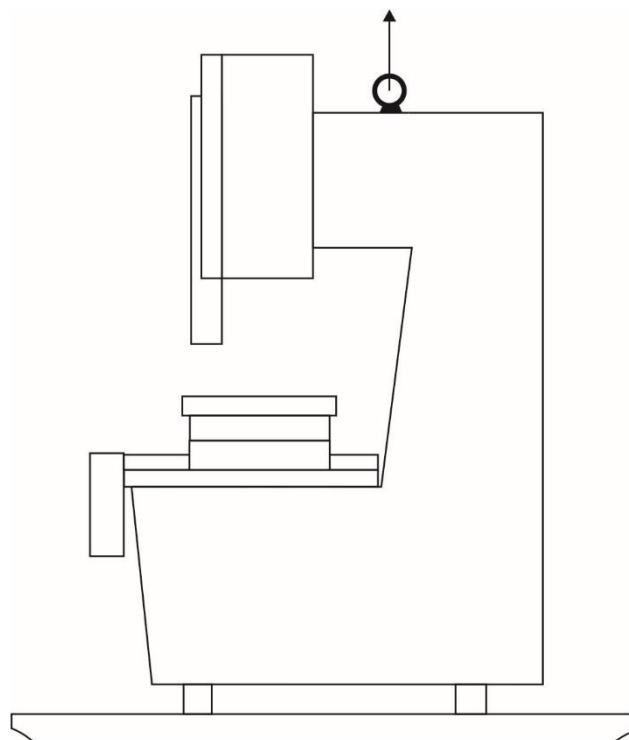

Abb. 8
3. Die Maschine wird mit einem Kran an der Öse oben gehoben – Abb. 8 und der Schlitten wird nach unten gefahren.
Die ausgepackte Maschine wird mit einem Kran verstellt. Sie wird mit dem Kranseil an der Öse gehängt, die an der oberen Oberfläche des Körpers gemäß Abb.8 montiert ist.